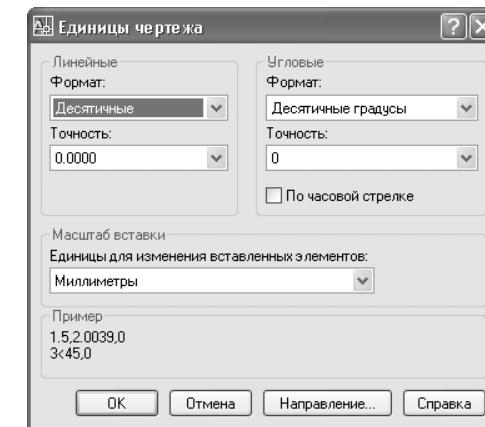

Рис. 3.1 ▼ Диалоговое окно **Единицы чертежа** (Drawing Units)
2. Выберите из меню команду **Формат ⇒ Единицы** (Format ⇒ Units) либо введите в командном окне команду **Единицы** (UNITS) или просто **ед** (UN). В открывшемся диалоговом окне **Единицы чертежа** (Drawing Units) (рис. 3.1) убедитесь в том, что в списке **Формат** (Type) группы **Линейные** (Length) выбран пункт **Десятичные** (Decimal), а в списке **Формат** (Type) группе **Угловые** (Angle) – пункт **Десятичные градусы** (Decimal Degrees).